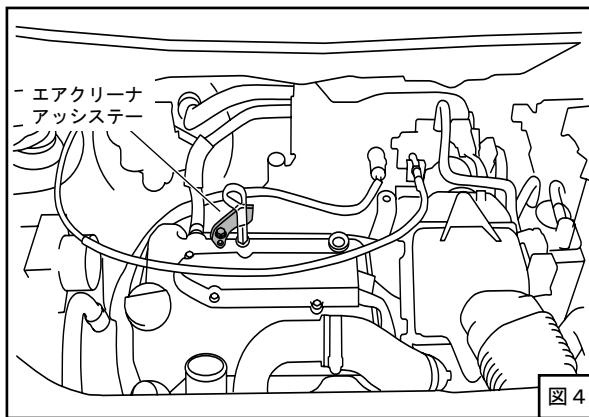

図 4
- (3) エアクリーナアッシュステータを取外してください。（図4）